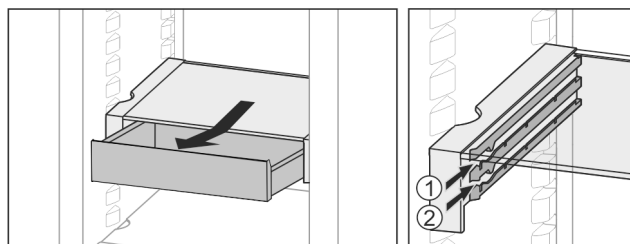

Fig. 35
- Skyv inn i ønsket høyde Fig. 35 (1) eller Fig. 35 (2).